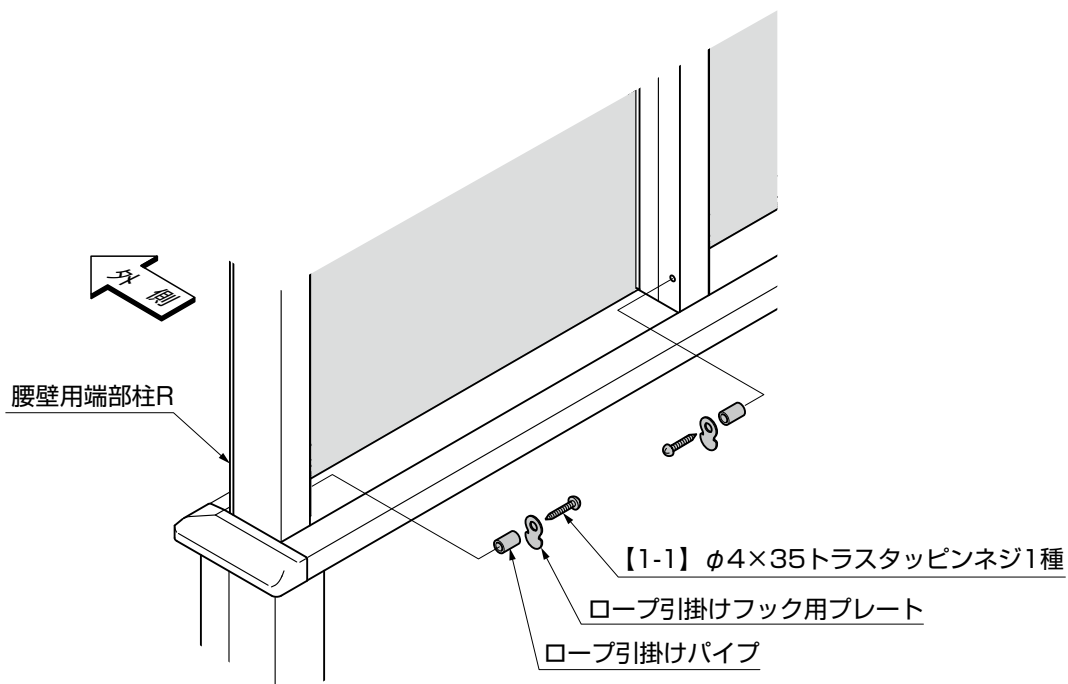

図3-6
- ②ロープ引掛けパイプ、ロープ引掛けフック用プレートを柱に、【1-1】で取付けてください。(図3-6参照)